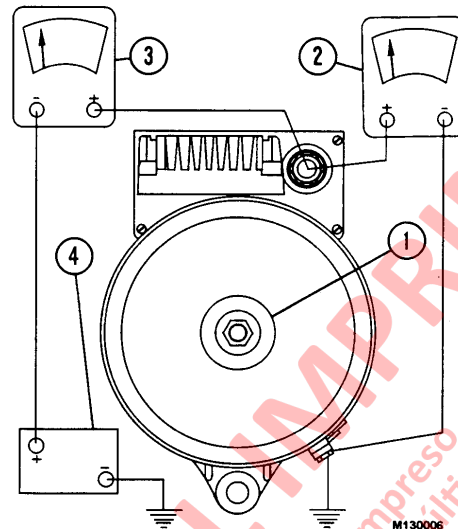

FIGURA 13-1
Si el alternador no está cargando, revise el voltaje en su terminal de energización. Consulte en la Figura 13-1 la ubicación del terminal de energización fuera de la caja de control. Compruebe el voltaje de la batería en el terminal "E", con el motor en marcha.
7. Conecte los medidores como se indica en la Figura 13-1. Asegúrese de medir voltaje y amperaje en el alternador, no en las baterías ni en el punto intermedio.
Consulte la Figura 13-1 para preparar la medición de voltaje y amperaje producidos por el alternador. Un voltaje dentro de $\pm 0.2V$ del punto de ajuste del regulador es "normal".